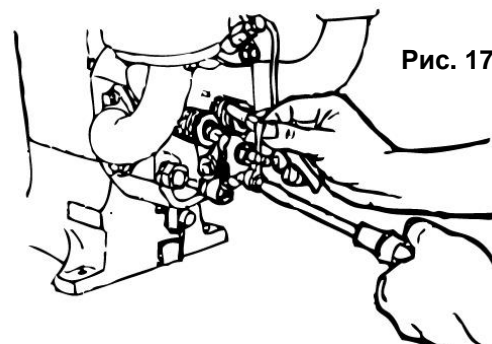

Рис. 17
- Снимите крышку головки цилиндра, поворачивайте маховик до тех пор, пока и впускающий и выпускающий клапана не будут закрыты. Ослабьте контрольную гайку на качающем рычаге и поверните регулировочный винт. После этого вставьте калибровочный шуп между штоком клапана и качающим рычагом; вкручивайте регулировочный винт до тех пор, пока калибровочный шуп не будет легко выходить. После этого затяните контрольную гайку (См. Рис.17).